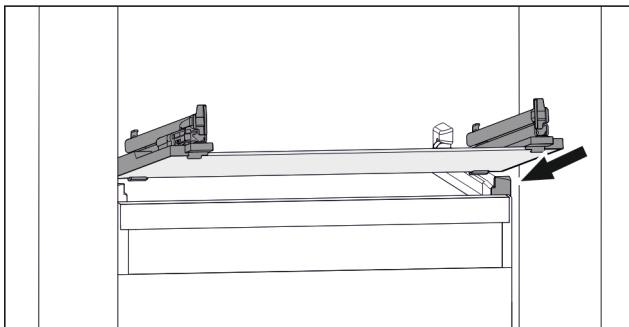

Fig. 111 Beispielhafte Darstellung der Glasplatte
- ▶ Glasplatte schräg hinter den Stopperrahmen aufsetzen. (siehe Fig. 111)